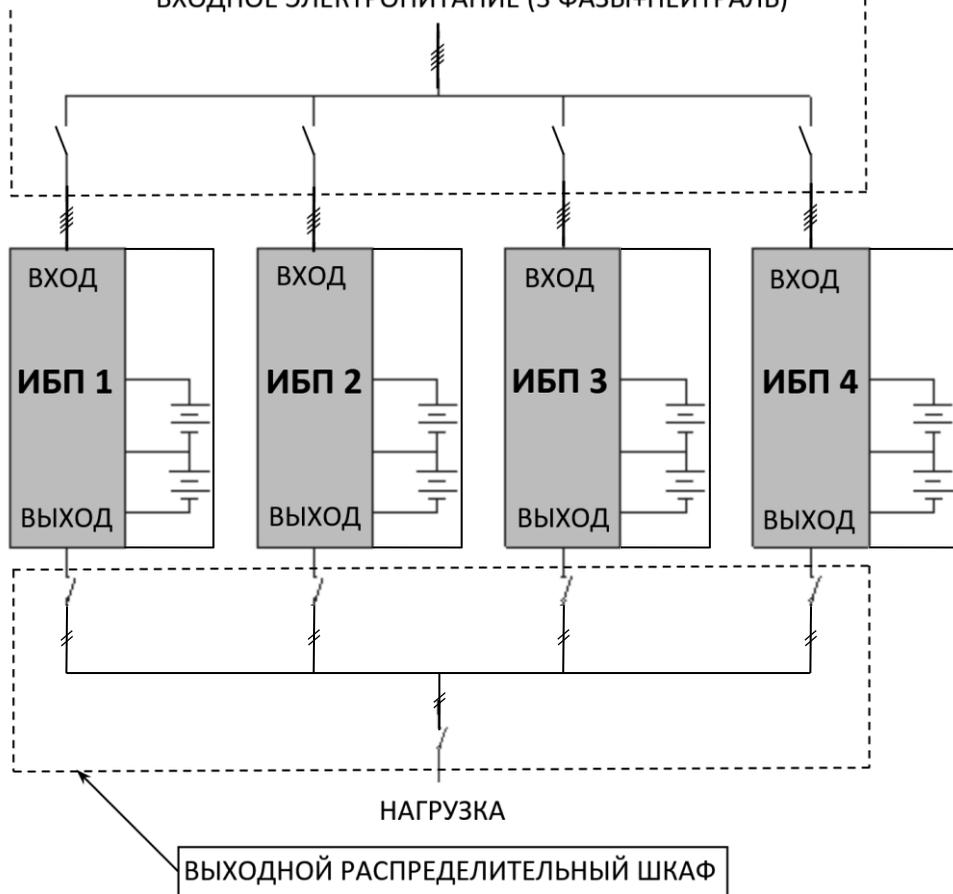
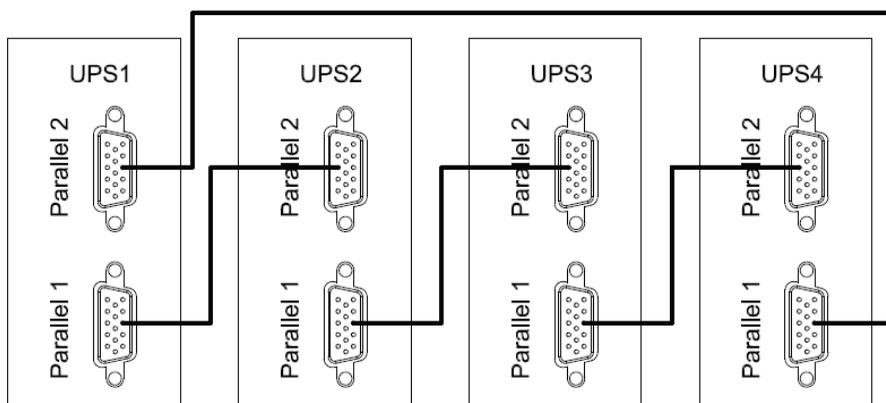

Рисунок 20 — Пример схемы подключения четырех изделий в систему параллельного резервирования с выходным распределительным шкафом.
Рисунок 21 — Схема соединения изделий в «кольцо» через параллельные порты.
**Изделие имеет встроенный параллельный контроллер и может работать в системе бесперебойного питания с параллельным резервированием (см. рисунок 20 и рисунок 21). Целью такой системы является либо повышение надежности (резервирование), либо увеличение общей выходной мощности (масштабирование).**
**Установите дополнительные внешние выходные выключатели (см. рисунок 20) между выходными клеммами каждого изделия и общими шинами, тщательно соблюдая фазировку.**
- отключите входное сетевое питания каждого изделия, убедитесь в том, что все внешние выключатели разомкнуты (см. рисунок 20);
- 3) Проверьте еще раз правильность соединения изделий в «кольцо» через параллельные порты с помощью экранированных контрольных кабелей в двойной изоляции (в комплект поставки не входят, см. рисунок 21 и Приложение 5).